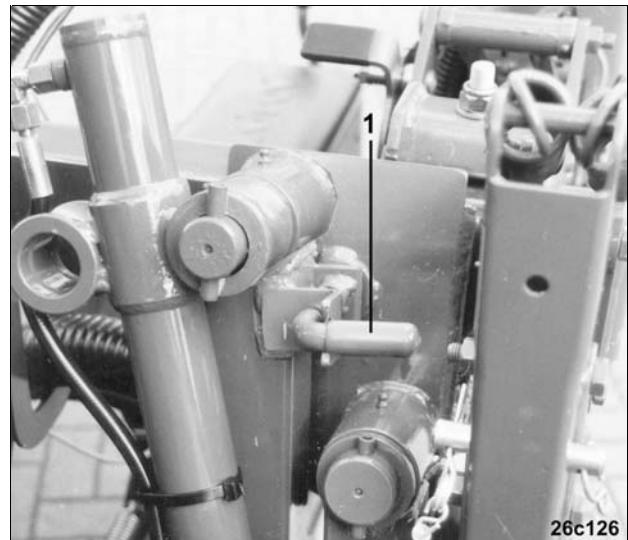

Рис. 131
- Для разблокировки крепежный палец (Рис. 131/1) переместите в положение, показанное на иллюстрации.